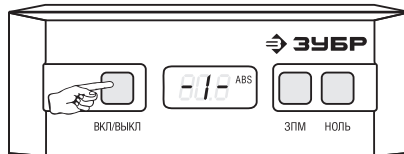

Рис. 1
- расположите прибор на плоской поверхности по направлению ЖК-дисплеем к себе, надписи на корпусе должны быть в правильном для прочтения положении (не перевернуты). Расположите прибор вдоль линии или угла. Нажмите кнопку «ВКЛ/ВЫКЛ». На экране появится значок «-1-» (рис. 1).